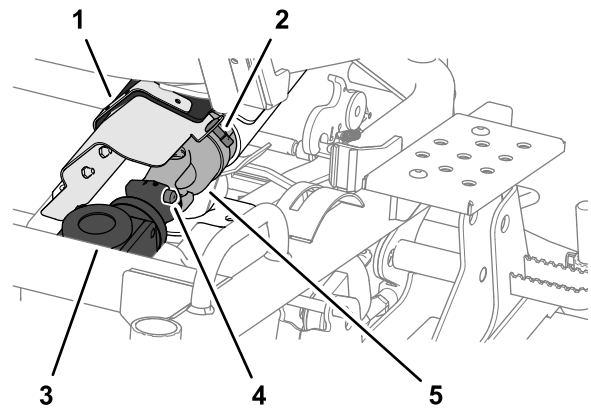

Bild 112
1. Drehen Sie die Viertelumdrehungsbefestigung und öffnen Sie die Abdeckung des Antriebsgelenks von der Riemenabdeckung (**Bild 112**).
2. Drücken Sie den Federstift und ziehen Sie das Ende der Antriebswelle nach hinten, um das vordere Ende der Antriebswelle vom Mähwerkgetriebe abzutrennen (**Bild 112**).
1. Fluchten Sie die Keile des Antriebsgelenks der Antriebswelle mit den Keilen in der Getriebekupplung aus, siehe **Bild 112** in **Trennen Sie die Antriebswelle vom Mähwerkgetriebe ab.** (Seite 82).
2. Drücken Sie den Federstift und drücken Sie dann das Ende der Antriebswelle nach vorne, siehe **Bild 112** in **Trennen Sie die Antriebswelle vom Mähwerkgetriebe ab.** (Seite 82).
3. Lassen Sie den Federstift los und prüfen, ob das Antriebsgelenk der Antriebswelle im Mähwerkgetriebe arretiert ist, siehe **Bild 112** in **Trennen Sie die Antriebswelle vom Mähwerkgetriebe ab.** (Seite 82).
4. Schließen Sie die Abdeckplatte des Antriebsgelenks und befestigen es mit der Viertelumdrehungsbefestigung an der Riemenabdeckung, siehe **Bild 112** in **Trennen Sie die Antriebswelle vom Mähwerkgetriebe ab.** (Seite 82).